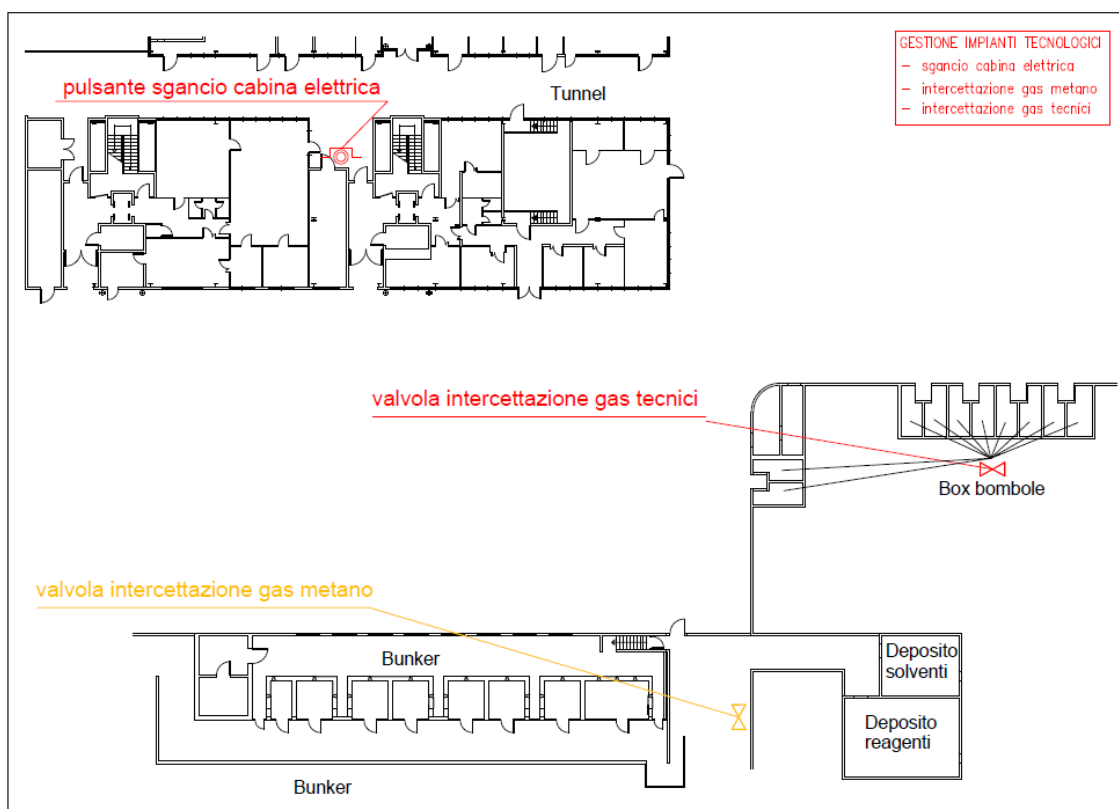

Figura 4. Ubicazione pulsanti sgancio impianti tecnologici e valvole intercettazione gas
La valvola intercettazione del gas metano è presente esternamente in prossimità del contatore adiacente al deposito reagenti e solventi (vedi p.to 3.5 - Figura 4).
L'interruzione dell'erogazione dei gas tecnici in linea avviene mediante chiusura delle valvole di intercettazione situate in prossimità dei riduttori di pressione nei singoli box bombole posti in adiacenza all'edificio (vedi p.to 3.5 - Figura 4).
- Effettuano la chiamata ai **Vigili del Fuoco (115)** e se necessario effettua la chiamata **all'autoambulanza (118)**;
- Se necessario si attivano per far disattivare gli impianti tecnologici e di servizio, e mettono in sicurezza il Plesso (es. staccano corrente, chiudono le valvole ed elettrovalvole dei gas tecnici, ecc. – vedi p.to 3.5 – Figura 4);